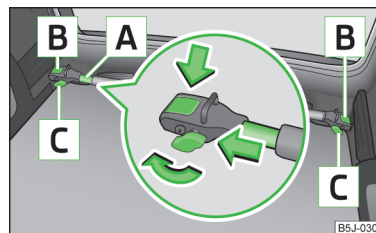

Fig. 73
- Afloje los tornillos de seguridad **C** » fig. 73 y sáquelos un poco, para que se desbloqueen así las fijaciones **B**.